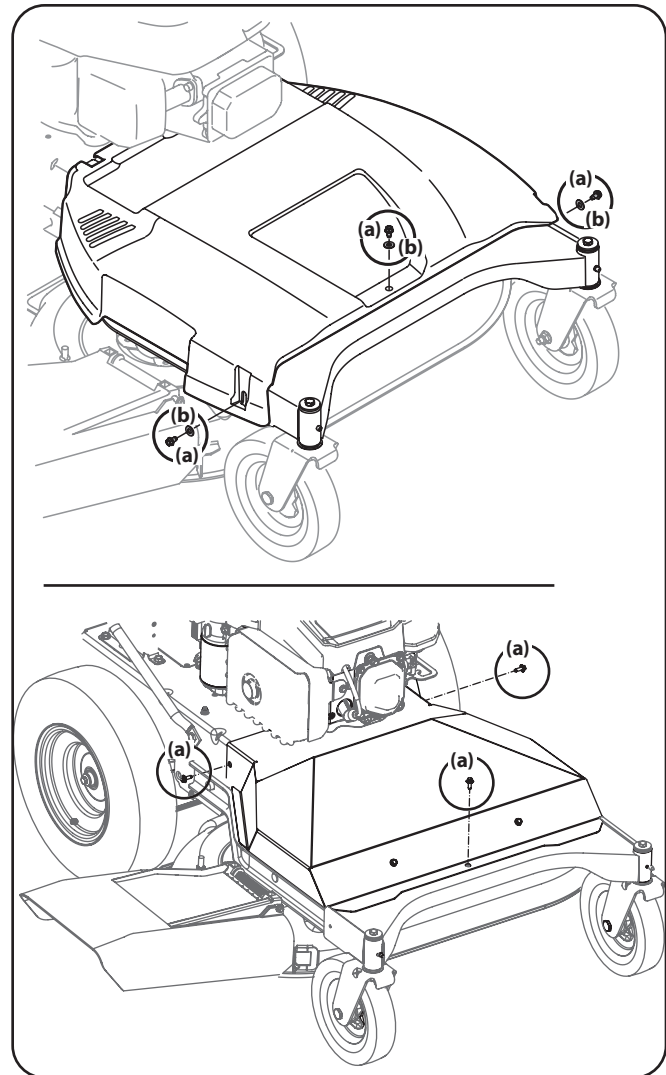

Figura 6-5
1. Retire la cubierta del cinturón quitando los tres tornillos (a) y las arandelas (b) (si las tiene) que lo fijan al marco. Vea la Figura 6-5 para la ubicación de la ferretería de acuerdo con la forma de la cubierta del cinturón.